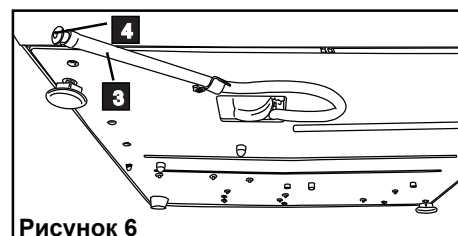

Рисунок 6
2. При помощи отводной трубы (см. раздел 3.5 Подготовка насоса Statim Pump, Рисунок 6) слейте содержимое резервуара в контейнер для воды.